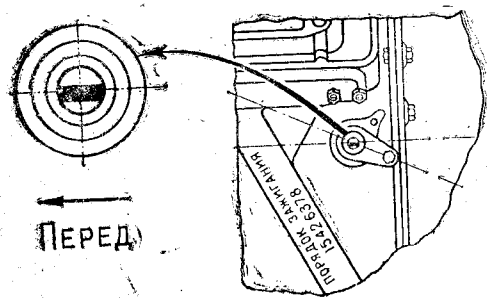

Рис. 45. Установка привода распределителя
1. Вставить привод распределителя в отверстие блока так, чтобы прорезь в валике привода была направлена вдоль оси двигателя и смещена влево, считая по ходу автомобиля (рис. 45).
2. Закрепить корпус привода распределителя держателем и гайкой так, чтобы кронштейн с резьбовым отверстием, имеющийся на корпусе привода распределителя, был направлен назад (считая по ходу автомобиля) и повернут примерно на  $23^\circ$  влево от продольной оси двигателя, как указано на рис. 45.